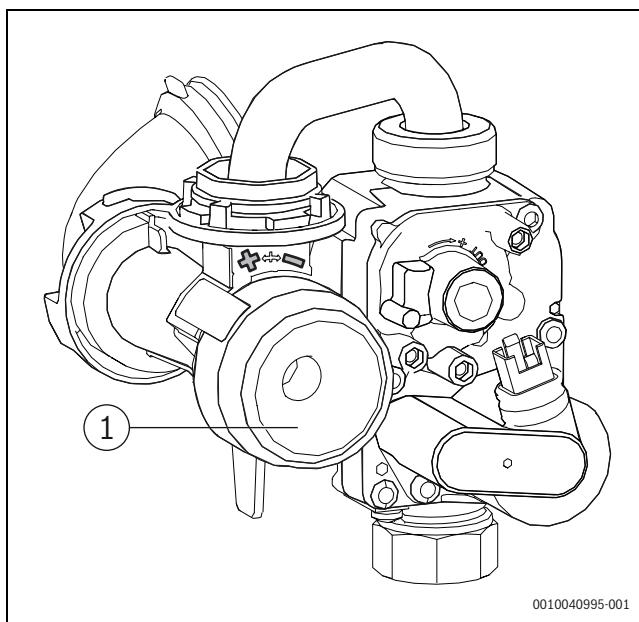

Рис. 51 Регулировка соотношения "газ—воздух"
- ▶ Проверьте содержание CO₂ или O₂ при максимальной номинальной тепловой мощности по таблице и при необходимости отрегулируйте (→ стр. 49, рис. 51).